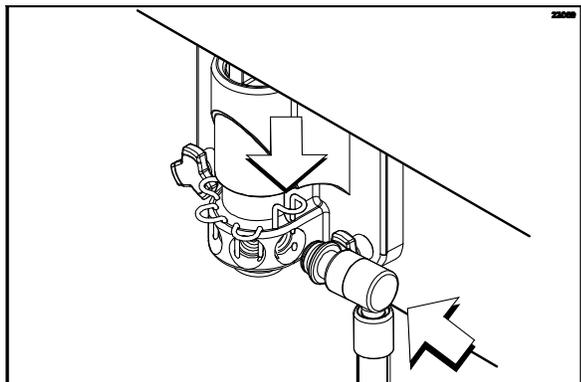

図37
28. オリングにルーブを塗り、シロップバルブのリテイナーを持ち上げ、シロップバルブを取り付けます。シロップバルブリテイナーを押し下げ、バルブを固定します。同様の手順を各シロップバルブで行ってください。(図37を参照)。